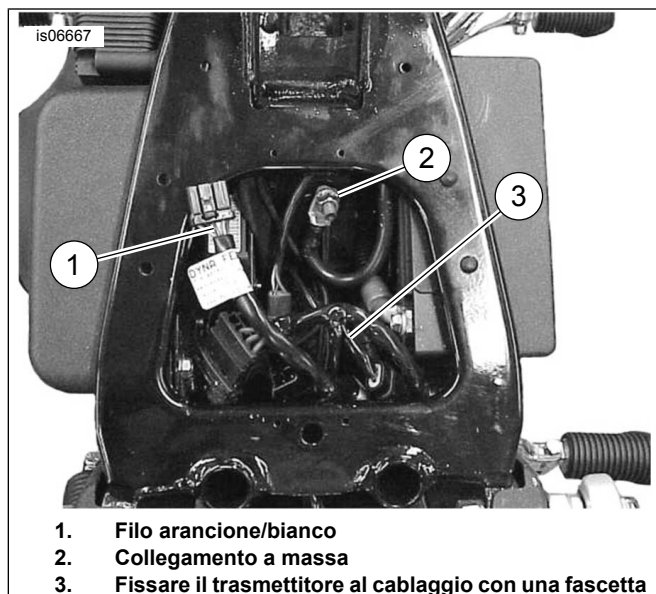

Figura 3. Installazione del trasmettitore (Dyna)
2. Vedere Figura 3 Utilizzare delle fascette fermacavi per fissare il trasmettitore al cablaggio Dyna (3), ubicato sotto la sella e vicino al vano della batteria. Instrarare i fili del trasmettitore in avanti, lungo il lato destro del telaio.